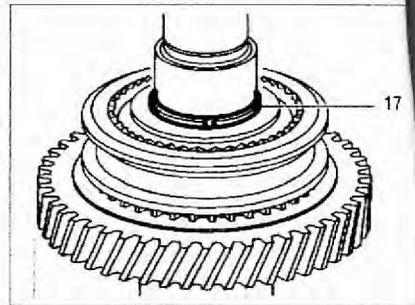

Рис. 4.32. Снимите стопорное кольцо 17.
12. Снимите стопорное кольцо 17 (рис. 4.32).